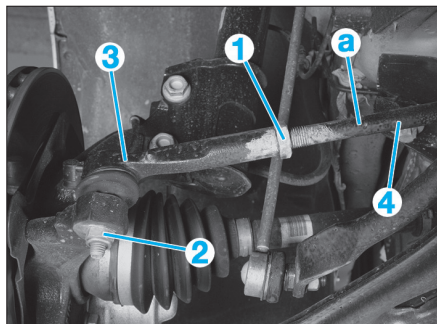

Fig. 8
- Desserrer le contre-écrou (1) de réglage de parallélisme (Fig.8).